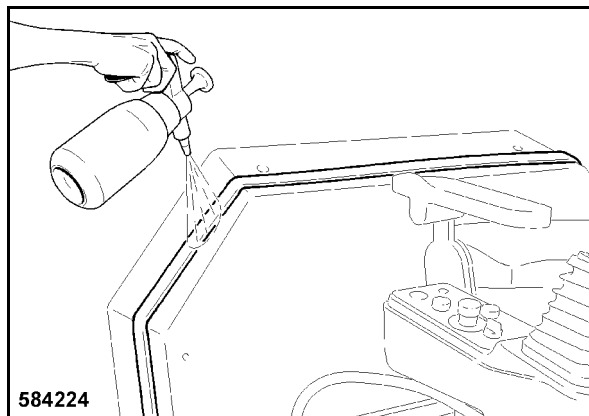

Fig. 171
- Rociar la cinta de obturación con agua jabonosa (Fig. 171) para facilitar el deslizamiento de la cabina sobre el puesto del conductor durante el montaje.